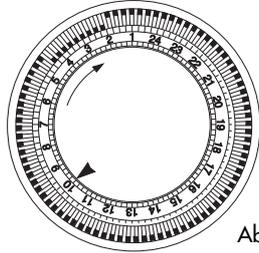

Abb.5
- Die Uhrzeit kontrollieren. Wenn es beispielsweise 10.00 Uhr ist, die nummerierte Scheibe der Zeituhr im Uhrzeigersinn drehen, bis deren Nummer 10 mit dem Bezugsindex ▲ auf der Zeituhr übereinstimmt (Abb.5).